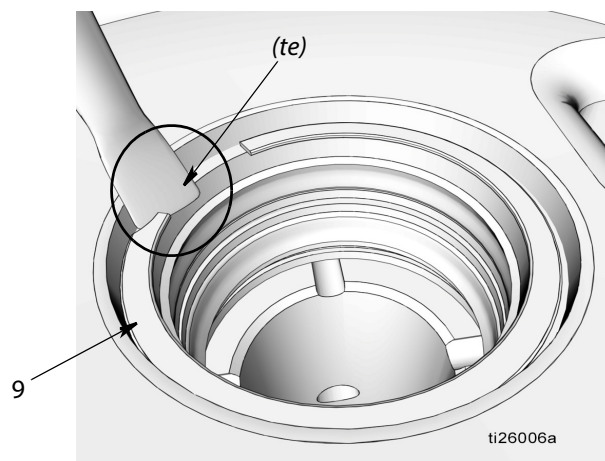
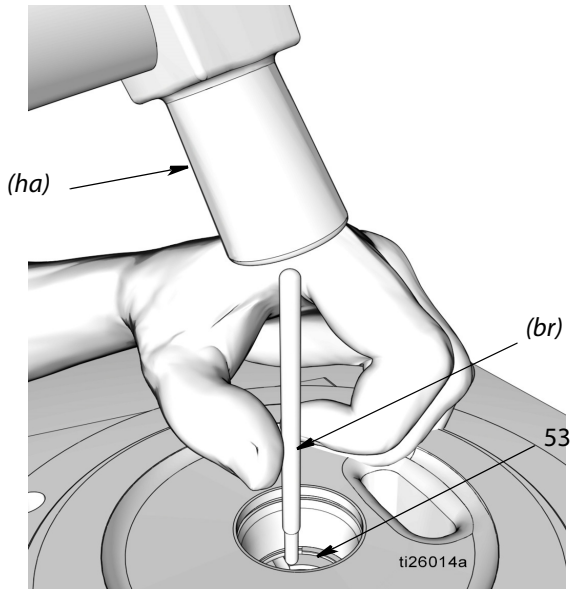

Рис. 26
Рис. 27
- a. Вставьте плоское лезвие маленькой отвертки под скошенную кромку (*te*) стопорного кольца (9) для снятия кольца, как показано на Рис. 26.
- b. Извлеките распорную деталь конического сечения (10), уплотнение (11) и распорную деталь (12).
- c. Используйте плоское лезвие маленькой отвертки под скошенной кромкой (*fe*) стопорного кольца (51) для снятия кольца, как показано на Рис. 26, и снимите стопорное кольцо.
- d. Извлеките распорную деталь (12), уплотнение (11) и распорную деталь (12).
- НЕ ДОПУСКАЕТСЯ СНИМАТЬ ПОСЛЕДНЕЕ СТОПОРНОЕ КОЛЬЦО (51).**
19. Используйте стержень из мягкой латуни (*br*) и молоток, чтобы аккуратно выбить элемент соединительной муфты (53) из основания насоса (1) (Рис. 27).